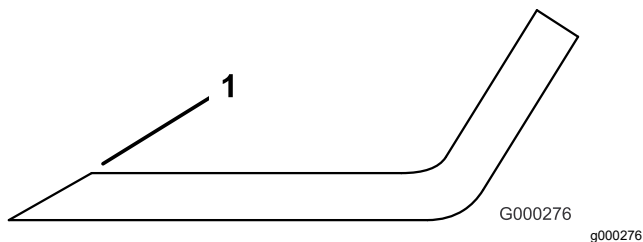

**図 131**
3. すべてのブレードの刃先を点検し、刃先が丸くなっていたり打ち傷がある場合には研磨する 図 131。
**注** 研磨は刃先の上面だけに行い、刃の元々の角度を変えないように十分注意する 図 131。左右を同じだけ削るようにすればバランスが狂わない。